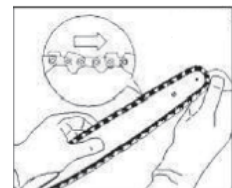

Рис.6
3.Зніміть направляючу шину та ланцюг і перевірте ріжучі зуби ланцюга перед тим, як встановити ланцюг на направляючу шину. Зуби ріжучого інструменту потрібно встановити на направляючу шину, як показано на рис. 6. Перевірте правильність встановлення ланцюга на направляючу шину, вручну протягнувши його по шині, щоб переконатися, що він рухається плавно.